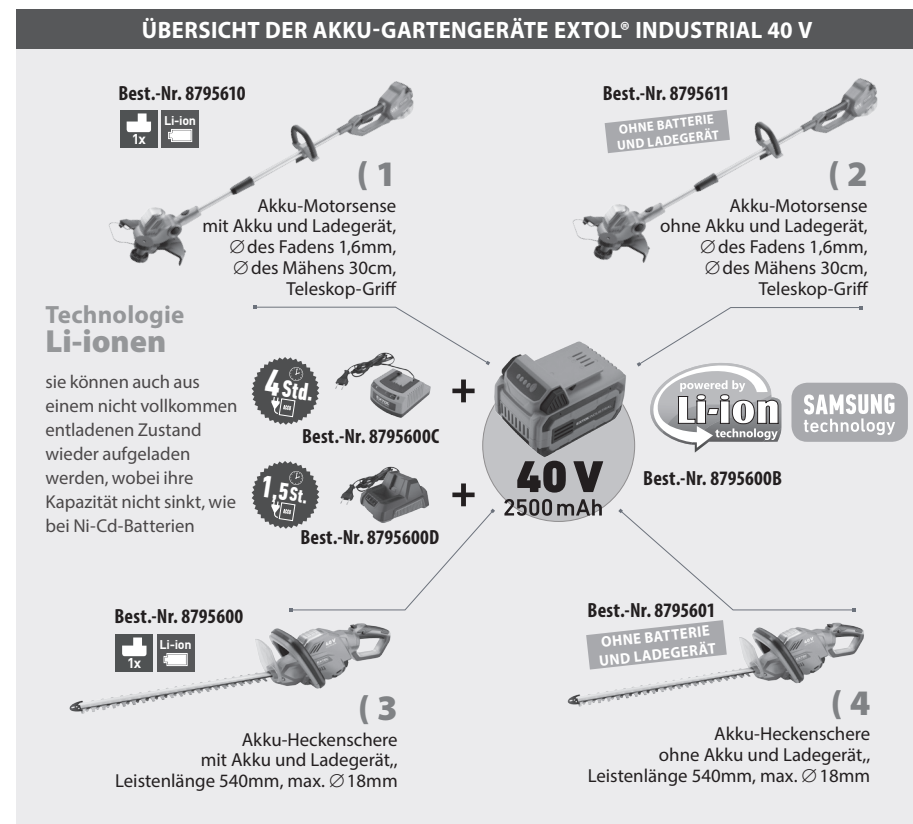

Abb. 1
- Die Akku-Schere Extol Industrial® 8795600 wird zusammen mit dem Akku 8795600B und einem 4-Stunden-Ladegerät 8795600C und die Akku-Schere Extol Industrial® 8795601 wird ohne Akku und Ladegerät wegen einem niedrigeren Kaufpreis geliefert, falls zuvor die Akku-Motorsense Extol Industrial® 8795610 mit dem notwendigen Akku und dem 4-Stunden-Ladegerät gekauft wurde. In der nachstehend dargestellten Übersicht (Abb. 1) sind die Bestellnummern der Akku-Motorsense und der Akku-Heckenschere ohne Akku und Ladegerät oder mit Akku und einem 4-Stunden-Ladegerät angegeben, da